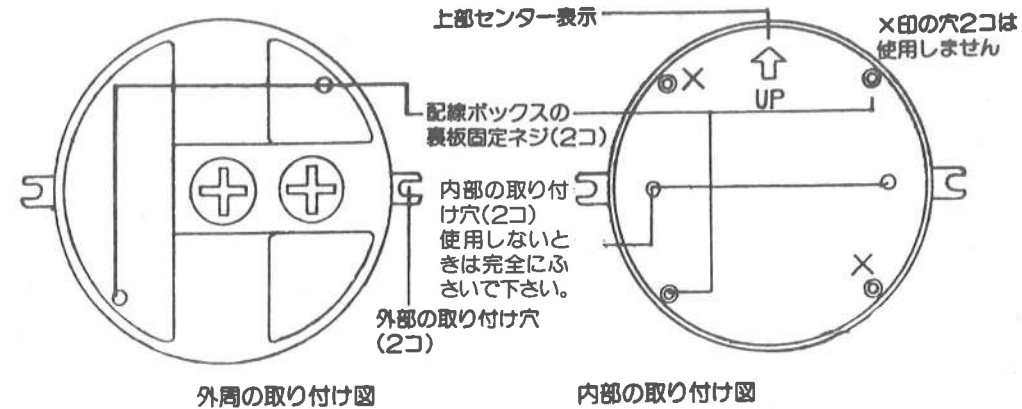

図6
■取付け穴について(図6を参照)
注 取り付け前に8ページ、図6、7をご参照の上、正しく取り付けてください。